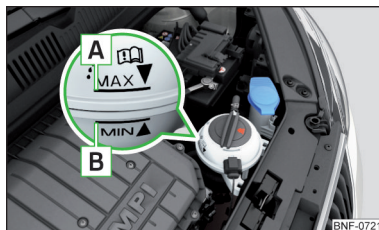

Fig. 140
Verificar o nível do líquido de refrigeração - o nível do líquido de refrigeração deve encontrar-se entre as marcas **A** e **B** » Fig. 140. Se o nível do líquido de refrigeração estiver abaixo da marca **B**, reabastecer líquido de refrigeração.
A **especificação** do líquido refrigerante aparece no depósito de compensação do líquido refrigerante » Fig. 140.
- Não abasteça o líquido refrigerante acima da marca **A** » Fig. 140. No aquecimento, o líquido de refrigeração pode ser pressionado fora do sistema de refrigeração - existe o perigo de danificar as peças do motor.